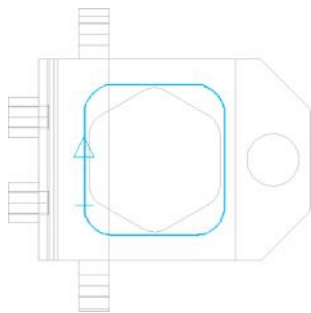

图 11-54 选择加工边界
1) 选择【刀路】/【外形】命令，系统弹出【线框串连】对话框，以【实体】的形式选择如图 11-54 所示外形轮廓线，注意箭头方向，此时刀具补偿方向为右补偿，单击【确定】按钮 。